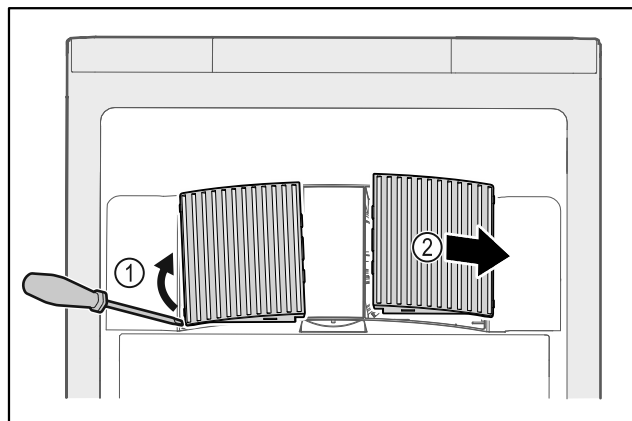

Fig. 47
- Z boku opatrně vytáhněte ventilátorové kryty Fig. 47 (1) a sejměte je směrem dopředu Fig. 47 (2).